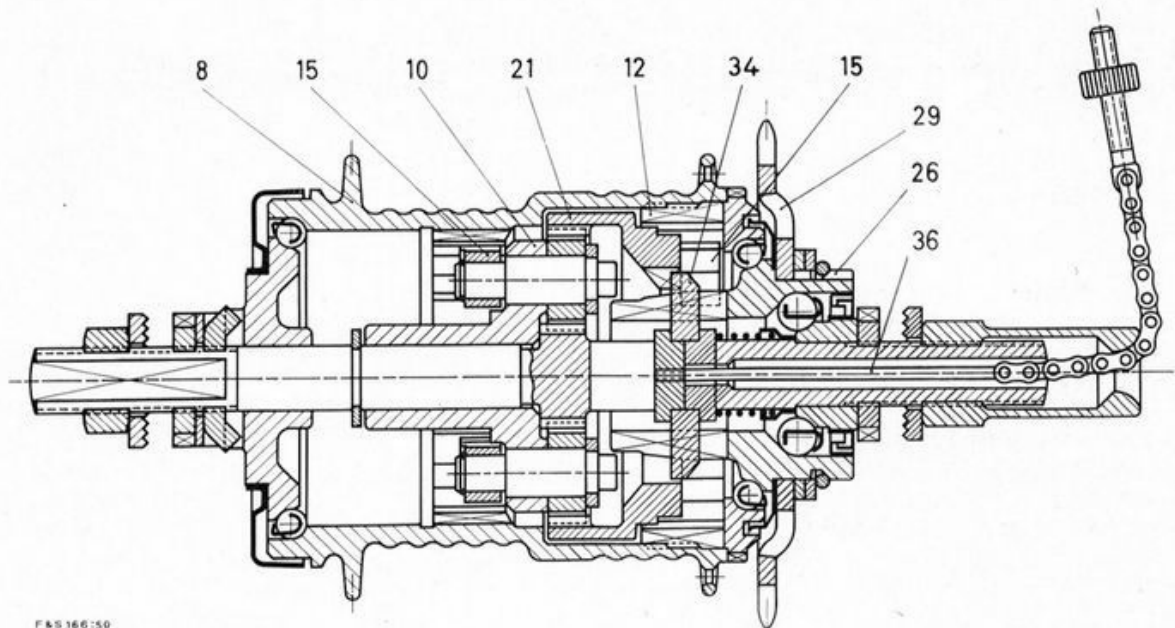

Abb. 5 Berggang
3. **Berggang:** Clickschalter auf I. Im Berggang wird der Mitnehmer 34 durch das Zugstängchen 36 so weit nach außen gezogen, daß die angeschrägten Flächen des Mitnehmers die Sperrklinken 15 an ihren hinteren Enden hochheben. Dadurch werden die Sperrklinken aus den Nuten der Lagerschale 12 ausgekuppelt, d. h. das Klinkengesperre ist außer Funktion gesetzt. Die andere Seite des Mitnehmers 34 bleibt jedoch noch mit dem großen Planetenrad 21 gekuppelt (siehe Abb. 5). Der Kraftverlauf geht in diesem Gang wieder vom Zahnkranz 29 über den äußeren Antreiber 26 auf den Mitnehmer 34. Der Mitnehmer treibt das große Planetenrad 21 an, dabei erfährt der innere Antreiber 10, der als Planetenrad- und Sperrklinkenträger ausgebildet ist, eine Verminderung der Geschwindigkeit um 25%, d. h. wenn sich der Zahnkranz 29 einmal dreht, dann dreht sich die Nabe 0,75 mal. Die Sperrklinken 15 greifen in die Verzahnung der Nabenhülse 8 und treiben sie mit der Drehzahl des inneren Antreibers an. In diesem Gang treten keine Sperrklinkengeräusche auf.